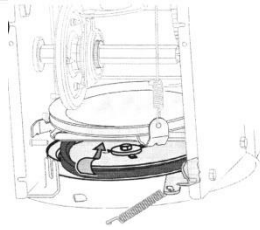

Fig.14
5. Îndepărtați cureaua din jurul roții de transmisie a frezei și strecurați-o printre suportul de arc și roata de transmisie a frezei. Reasamblați cureaua de freză urmând instrucțiunile în ordine inversă. Vezi Fig. 14.